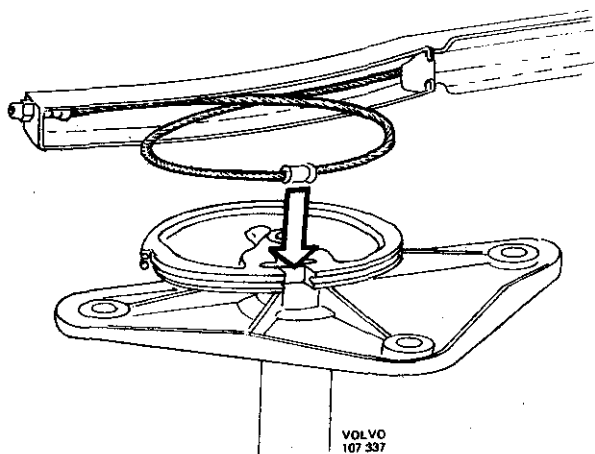

Abb. 3-17 Aufziehen des Antriebsseils für Gelenkstange und Gleichlauf-Gelenkstange, linke Seite
1. Mitnehmeröse des Antriebsseils in die Aussparung der größeren Laufrolle eindrücken und dann das Seil gemäß Abb. 3-17 auf die Rolle ziehen. Vorsicht beim Aufziehen des Seils, damit die Rolle nicht gerieft wird. Beschädigung der Laufrolle kann zu Betriebsstörungen an den Wischern führen.